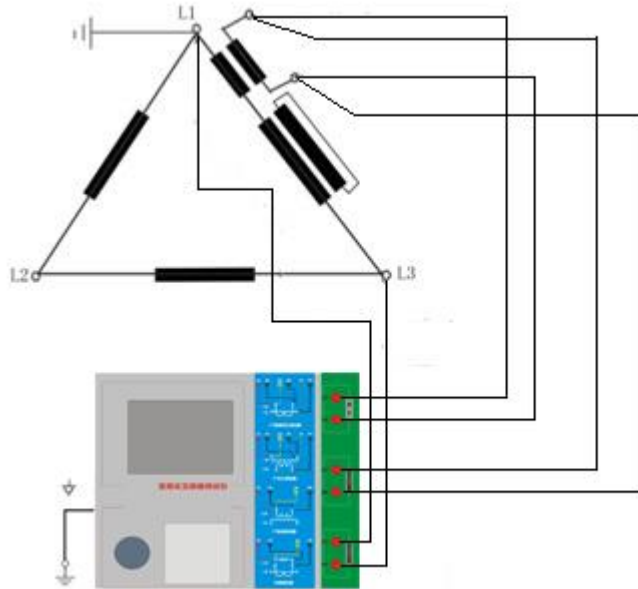

图 C. 2 测试仪在三角形接法变压器上进行测试时的接线方式
1. 测试仪在三角形接法变压器上进行 CT 测试的接线方式如图 C. 2 所示。